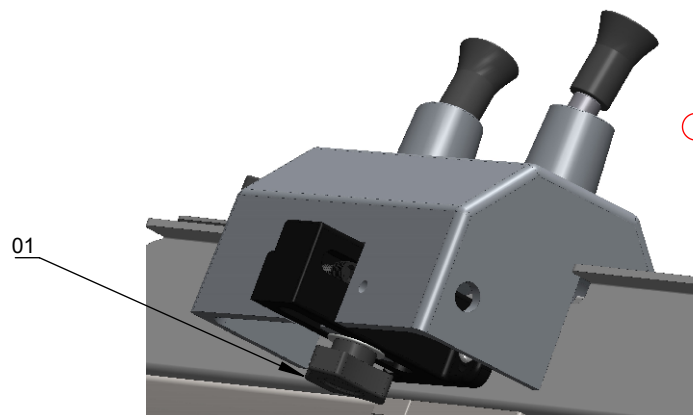

Figura 06
4.1.2 Afrouxe o Manípulo (Item 01, figura 06) que está embaixo do afiador e empurre o mesmo para baixo (sentido da lâmina). Feito isso, aperte o manipulo.
4.1.5 Quando terminar a afiação, volte o afiador para a posição original e aperte o manípulo (Item 01, figura 06).